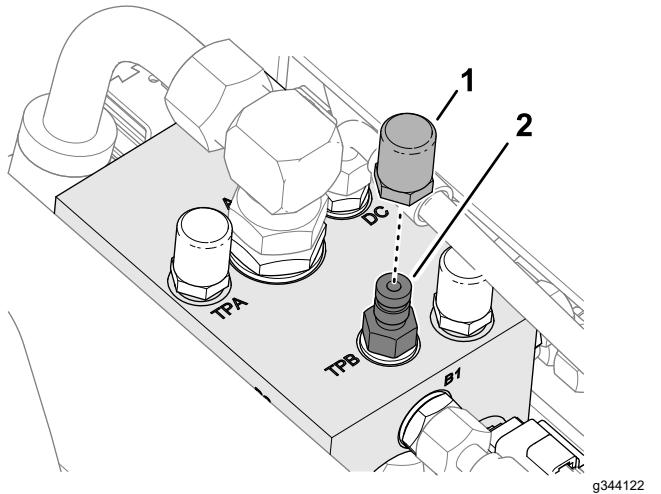

Bild 40
- 3. Setzen Sie die Staubkappe über das Minimess-Anschlussstück am Anschluss TPB (Bild 40).